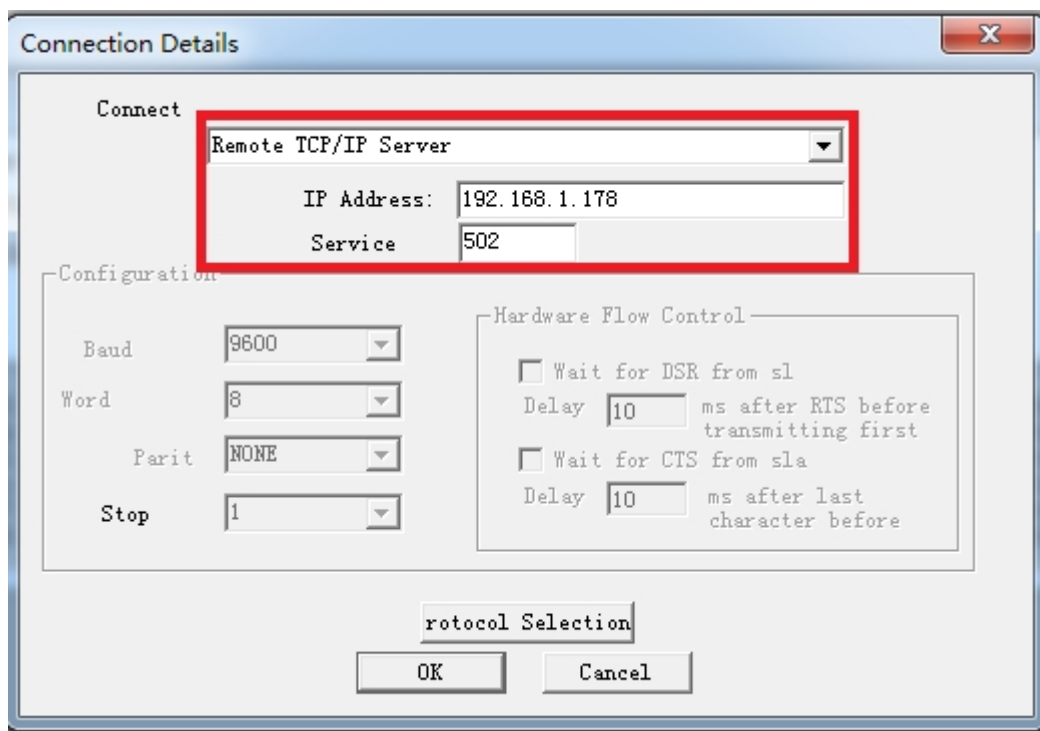

图 1
2. 选择菜单 Connection/Connect, 选择 Remote TCP/IP Server, 输入 TK 6000-CP 的 IP 地址, Service 端口为 502; 点击[OK]按钮, 如图 1 所示。